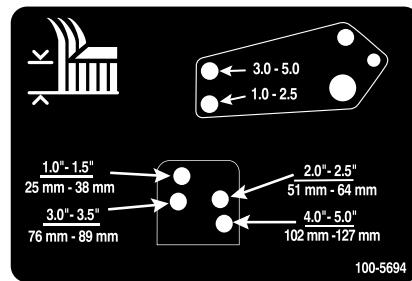
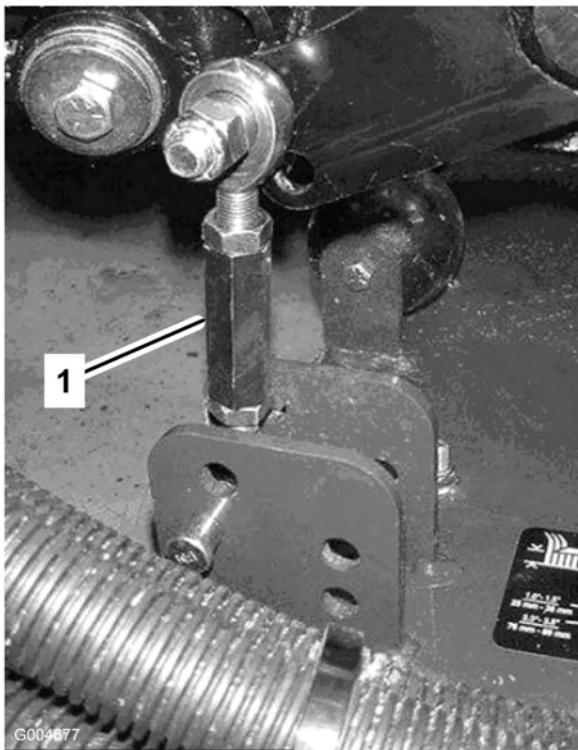

Figura 23
Figura 22
- Togliete le coppiglie ed i perni con testa che fissano le connessioni dell'ammortizzatore alle staffe dell'apparato di taglio (Figura 22). Allineate i fori dei tiranti di smorzamento con i fori della staffa per l'altezza di taglio desiderata sul telaio dell'apparato di taglio (Figura 23), inserite i perni con testa e montate le coppiglie.